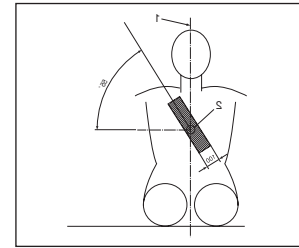

Abbildung 5
- Der diagonale Gurt muss, wie in Abbildung 5 zu sehen, über Schulter und Brust verlaufen.